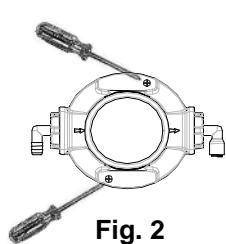

Fig. 2
2. Encaixe e parafuse a bomba sobre o suporte (vide Fig. 2).